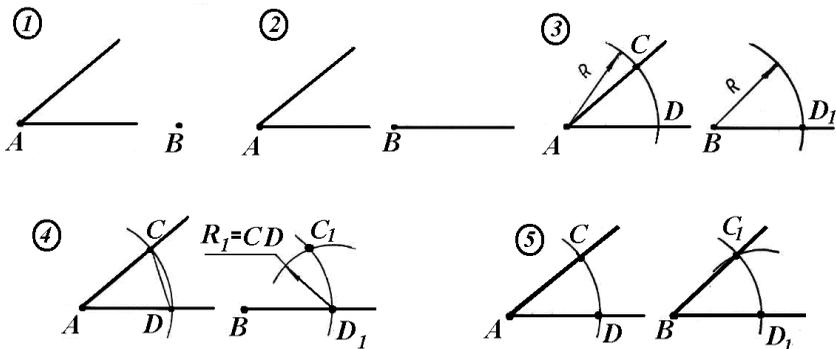

Рис. 6.
1) Дан угол A и точка B (рис. 6).